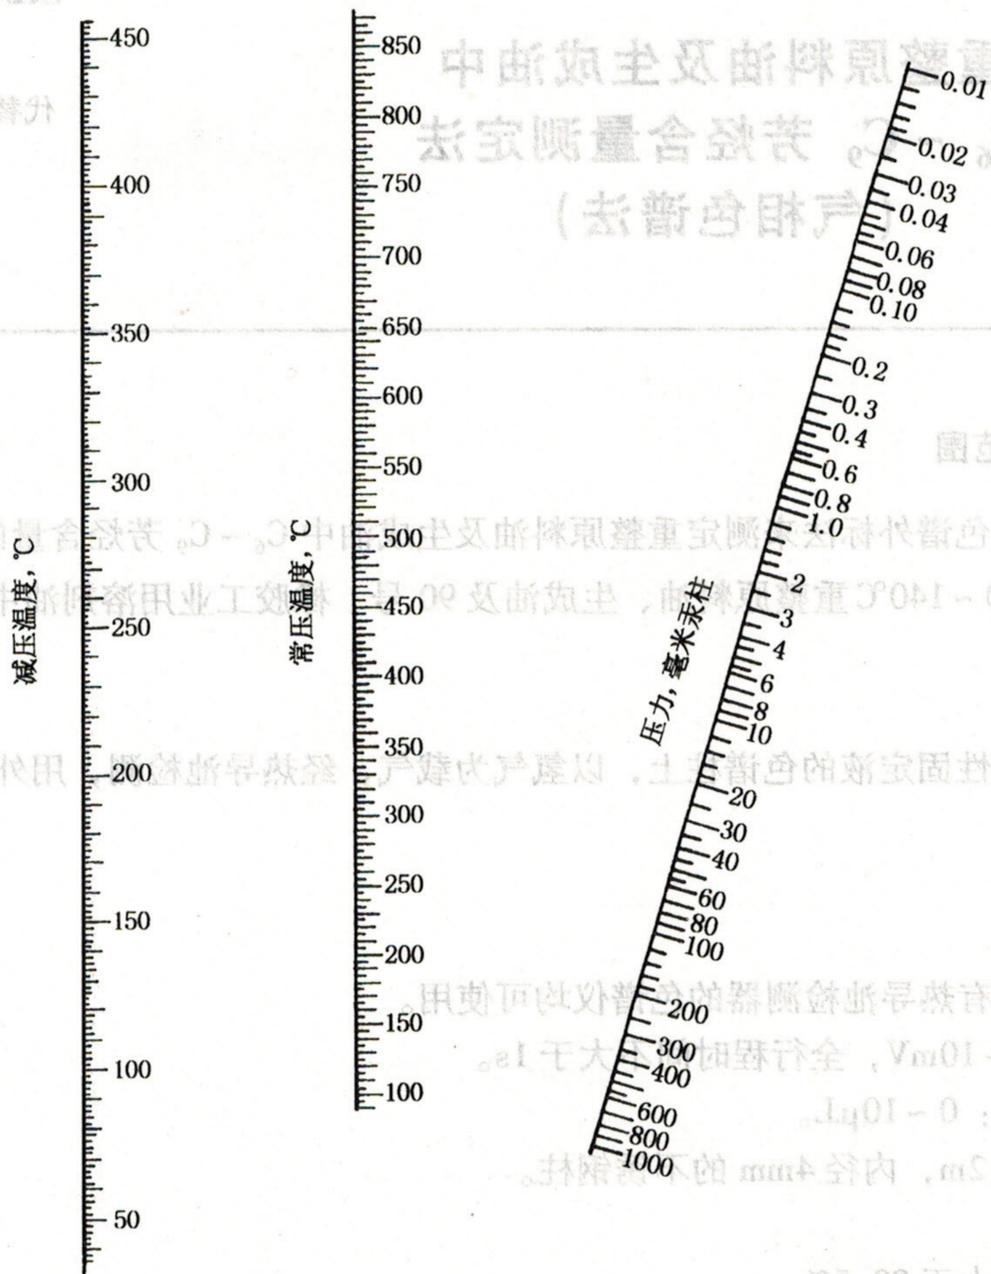

图4
- 6.5 按常、减压温度换算图(图4)将减压下测定的各点温度换算为常压下的温度。